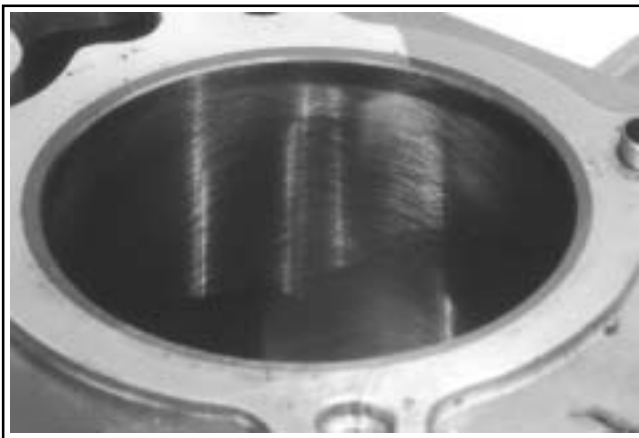

Figura 9-2. Entramado en el orificio del cilindro después de la rectificación.
3. Cuando el orificio esté a **0,064 mm (0,0025 in.)** del tamaño deseado, cambie las piedras de esmeril por piedras de bruñido. Continúe con las piedras de bruñido hasta que falten **0,013 mm (0,0005 in.)** para obtener el tamaño deseado, y utilice piedras de acabado (220-280 grit) para pulir hasta obtener la dimensión final. Si se ha realizado la rectificación correctamente se observará un entramado. La intersección de las líneas del entramado deberá hacerse aproximadamente a 23° - 33° de la horizontal. Un ángulo demasiado plano podría provocar saltos y desgaste excesivo de los segmentos, y un ángulo demasiado pronunciado elevaría el consumo de aceite (ver Figura 9-2).